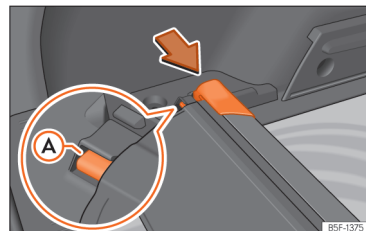

Fig. 184 En el maletero: alojamiento para guardar la bandeja enrollable.
• Presione el cabezal de la bandeja enrollable en el sentido de la flecha hasta encajarlo en el alojamiento previsto para tal uso »» fig. 184. Asegúrese de que el patín A encaja en el alojamiento correspondiente.